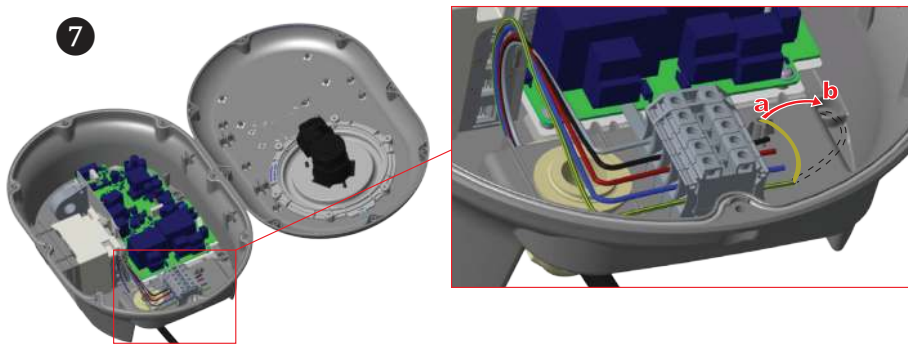

Abb.7: Wandmontage Schritt 7
7. Wenn Sie die Ladestation an einer leitfähigen Metalloberfläche montieren, können Sie die Erdung über eine Schraube „rechts unten“ mit einem Erdungsverlängerungskabel herstellen (siehe Abb.7). Um die Erdung sicherzustellen, müssen Sie die Position des Erdungskabels von „a“ auf „b“ ändern (siehe Abb. 7). Befolgen Sie die folgenden Anweisungen:
- Setzen Sie die Kunststoffhalterung, die sich im Zubehör befindet, in das Befestigungsloch ein (Abb. 7, Position „b“).